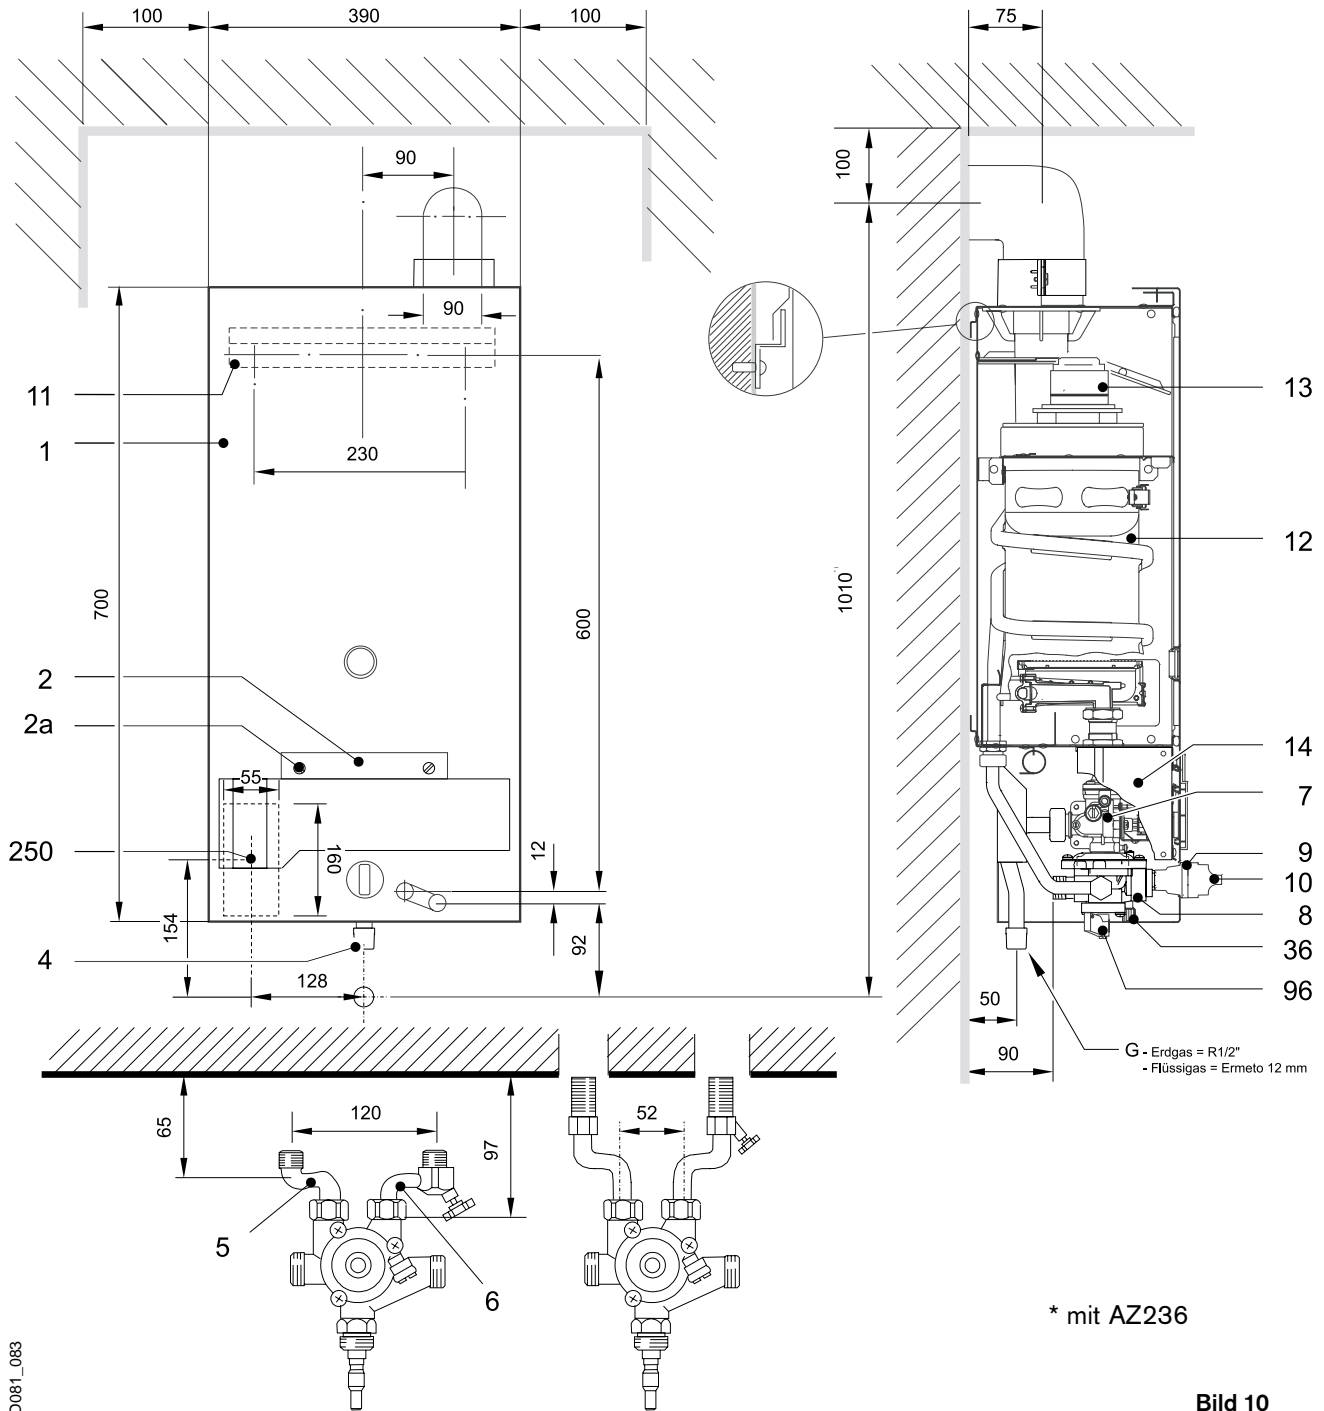

Bild 10
Mantelschale abnehmen (Bild 10)
Die Lage der Bohrungen für die Schrauben der Aufhängeschiene (11) ist aus Bild 10 ersichtlich.
- Aufhängeschiene (11) nach Bild 10 montieren;